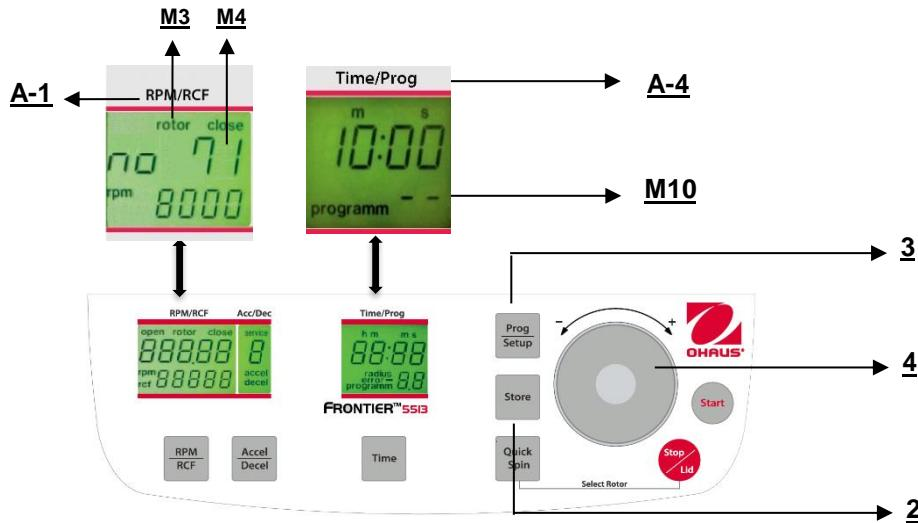

Figure. 23
Pour rappeler des programmes mémorisés, appuyer sur la touche "Prog/Setup" (3) (voir la figure 23) alors que le couvercle est déjà fermé. Sur l'affichage "Time/Prog" (A-4), le mot "programm -" (M10) apparaît. Le numéro de programme désiré peut être présélectionné avec le cadran de réglage (4).
Pour quitter le mode de programmation, appuyer simplement sur la touche "Prog/Setup" (3) (voir la figure 23). Sur l'affichage "Time/Prog" (A-4), le mot "programm"(M10) apparaîtra.